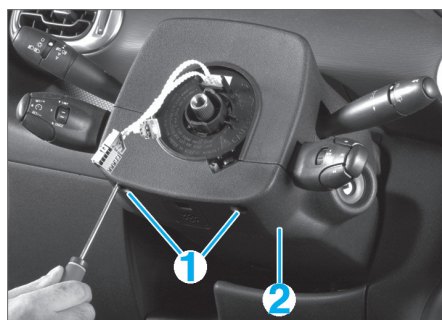

FIG. 2
- Déposer les 2 vis de fixation (1) (empreinte torx T20) de la garniture inférieure (2) de direction (Fig.2).